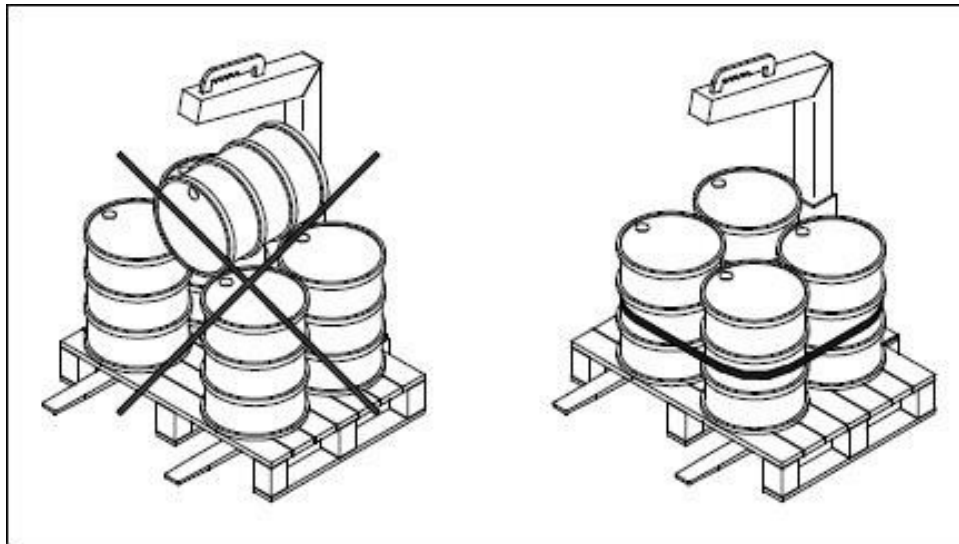

Figura 7. Sujeción de cargas
- Asegurar la carga, tal y como nos indica la figura 7.